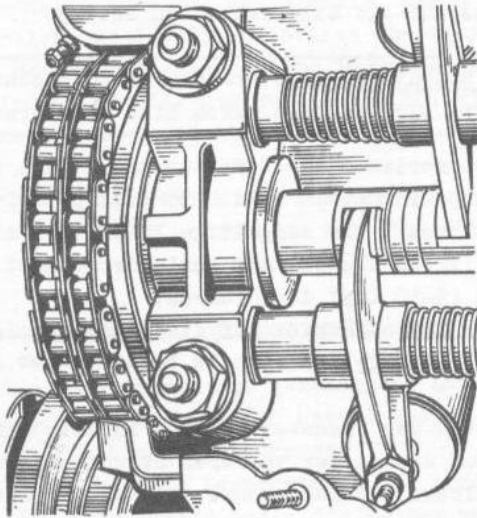

Bild 2-36. Lage der Nockenwelle am Zylinderkopf des Motors 331.10 vor Anbau des Zylinderkopfes an Zylinderblock
- Pleuelwelle so in Zylinderkopf einlegen, daß die Strichmarke an ihrem Flansch mit der Mitte des Ansatzes an der vorderen Pleuelwellenlagerung übereinstimmt (Bild 2-36);